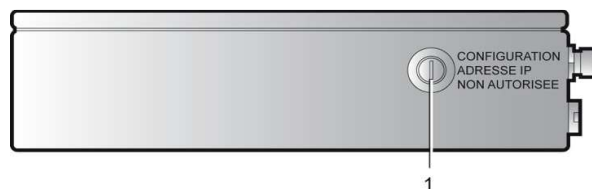

Figura 14-8: a fechadura de 2 posições deve estar na posição vertical para configurar o endereço IP na página *Parâmetros*.
1. Na unidade de regulação, mudar a chave de configuração do endereço IP (Figura 14-8, ref.^a 1) para a posição vertical.